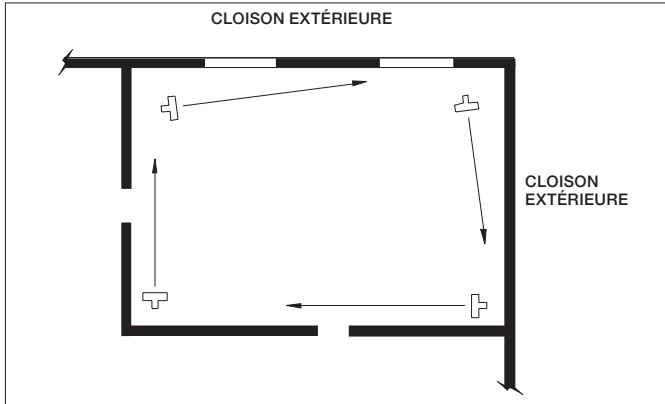

Figure 1
- 1.4 L'évacuation d'air est orientée vers les zones de déperdition de chaleur, notamment les portes et les fenêtres (Figure 1, page 23).
- 1.5 L'évacuation d'air est orientée vers et le long des murs extérieurs (voir Figure 1, page 23).